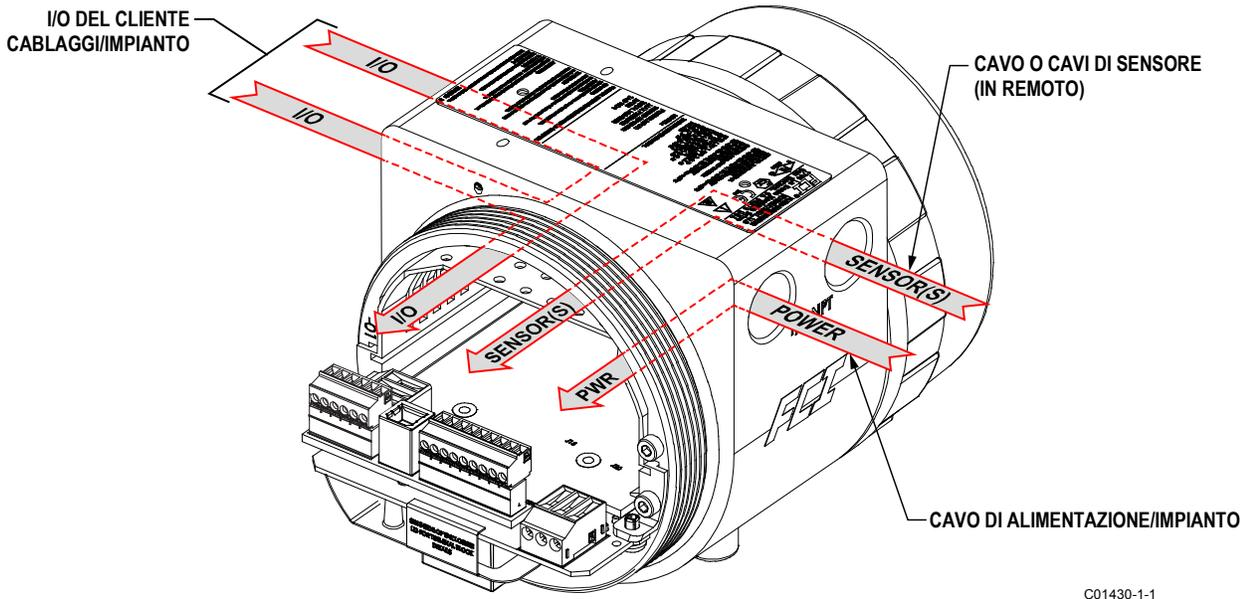

Figura 15 – Instradamento dei cavi consigliato, cabina dell'elettronica di base
Tutte le guarnizioni dei cavi e i raccordi dei condotti devono rispettare o superare i valori di approvazione dell'area in cui lo strumento viene installato. La cabina dell'elettronica di base ha due porte di impianto (1/2"-14 NPT o M20 x 1,5) su entrambi i lati del corpo della cabina (opzioni cabina locale escluse). Il percorso consigliato per l'impianto dello strumento è mostrato in **Figura 15** di seguito.
2. Intradare i fili del sensore attraverso la porta di impianto/pressacavo della cabina remota. Fare riferimento a Figura 15, pagina 20.